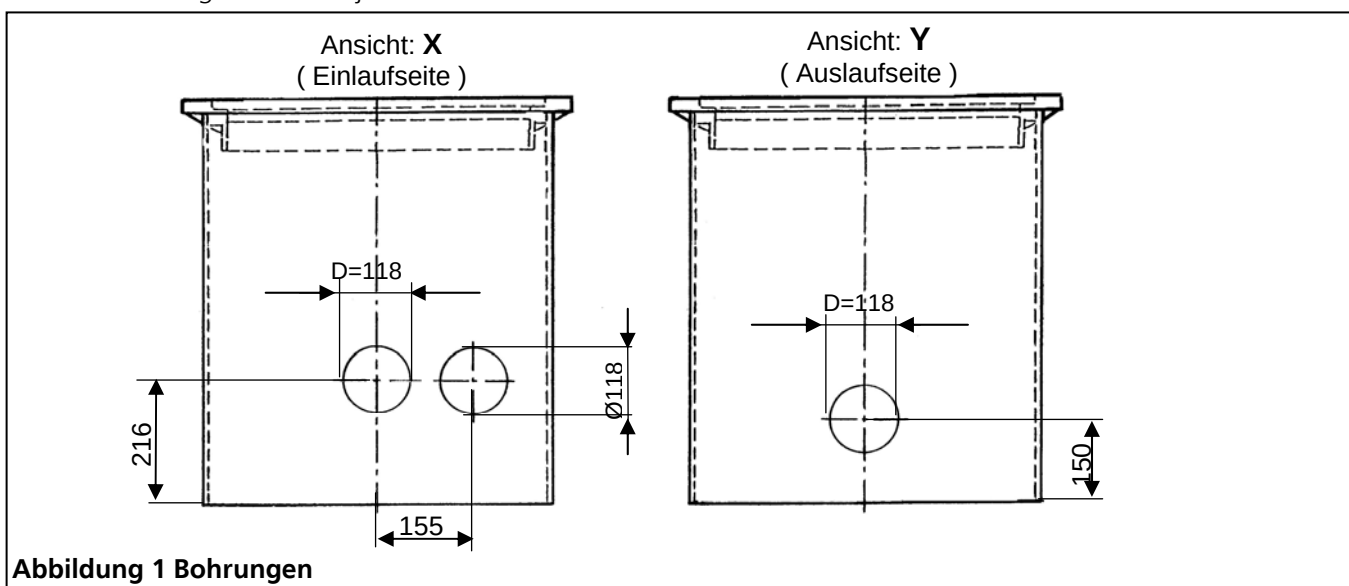

Abbildung 1 Bohrungen
- Soll das Ausbaupaket in einem Grundbehälter nachgerüstet werden, so sind die erforderlichen Bohrungen am Schachtsystem gemäß Abbildung 1 auszuführen. Die Bohrungen müssen jeweils den Durchmesser von 118mm haben und kreisrund sein